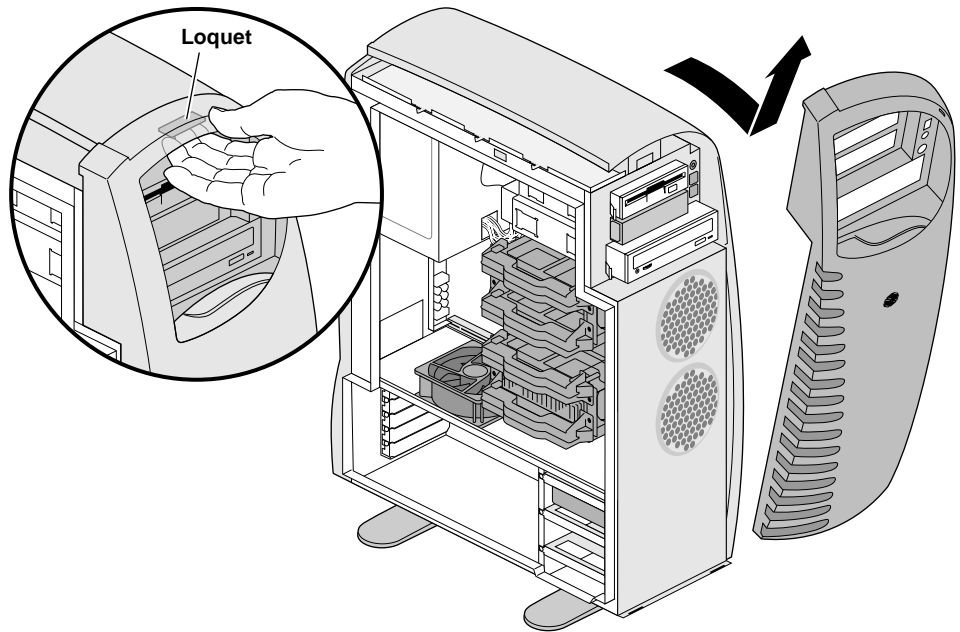

Figure 2-1 Dégagement du volet avant
2. En vous plaçant face au système, dégagez le volet avant. Pour cela, soulevez le loquet situé au sommet et tirez le volet vers vous, comme indiqué à la Figure 2-1.